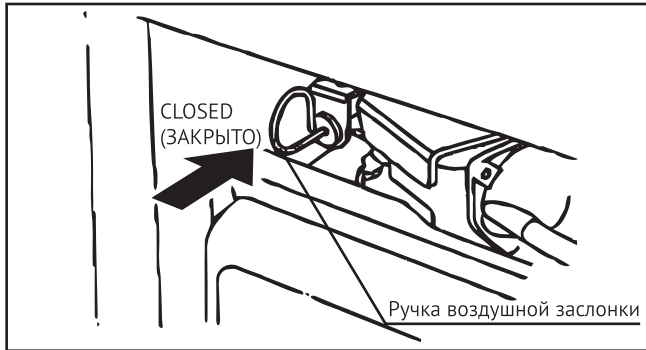

Рис. 5
- Медленно вернуть воздушную заслонку в положение «ОТКР» (Рис. 5).